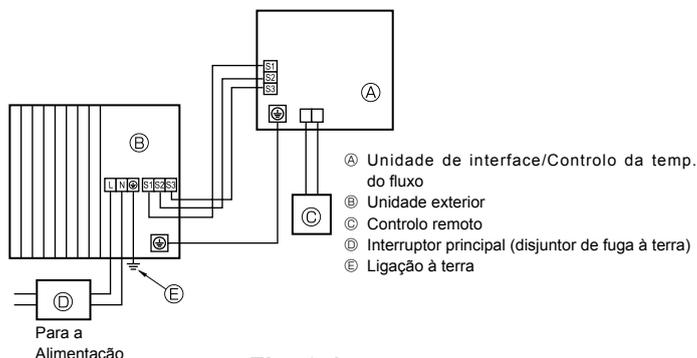
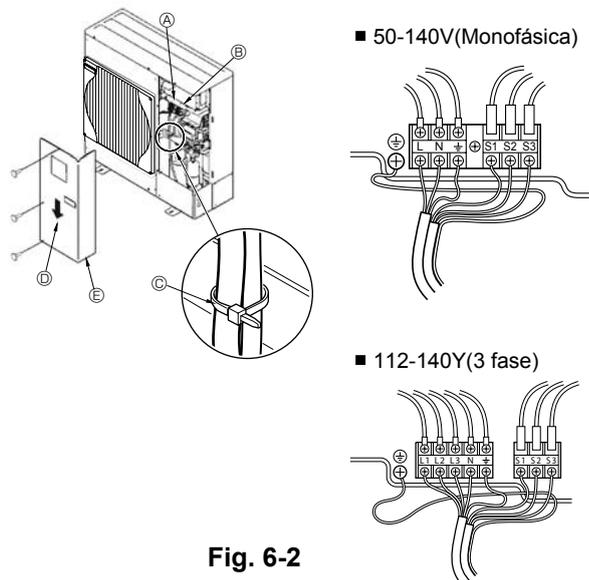

Fig. 6-1
Fig. 6-2
6.1. Unidade exterior (Fig. 6-1, Fig. 6-2)
- Ligue os cabos consultando a Fig. 6-1 e a Fig. 6-2.